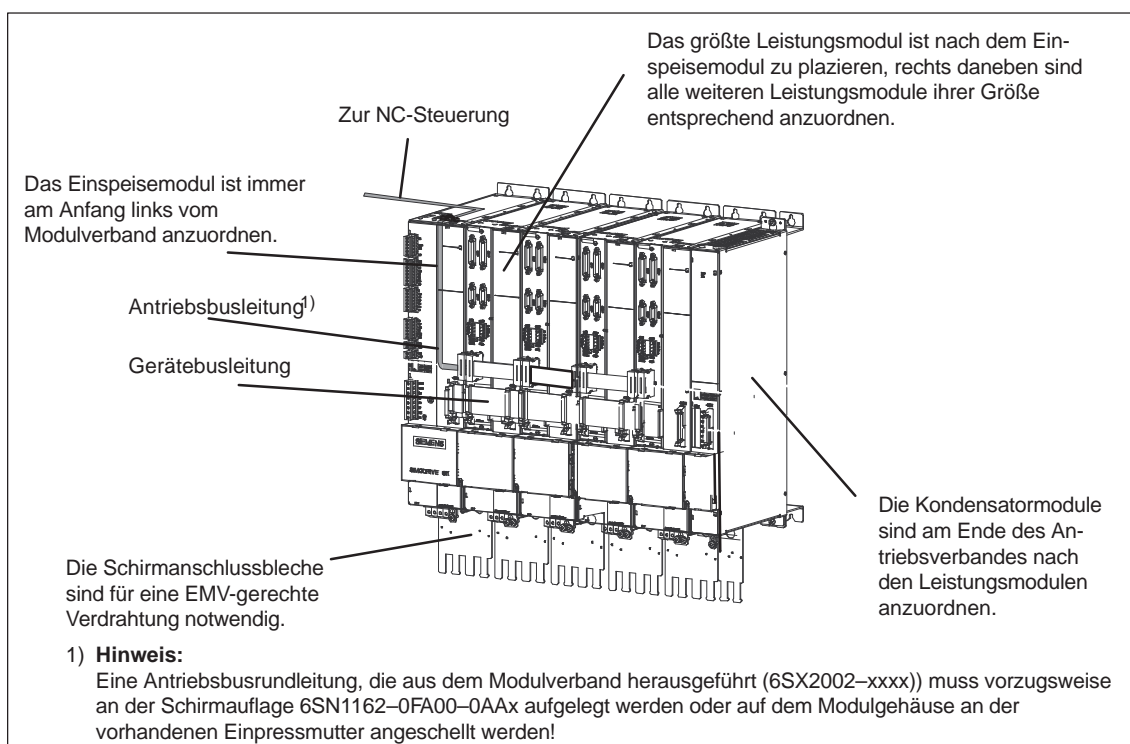

Bild 2-1 Anschlussbeispiel
Das E/R- bzw. UE-Modul ist immer am Anfang links vom Modulverband anzuordnen. Rechts neben den E/R- bzw. UE- Modulen sind die Leistungsmodule (LT) anzubauen (siehe Bild 2-1).
Für Antriebe mit digitaler Sollwertschnittstelle ist eine Antriebsbusleitung für die Ansteuerungs- und Kommunikationsschnittstelle SINUMERIK 840D powerline erforderlich (siehe Bild 2-1).
Über die Gerätebusleitung erfolgt die Elektronikstromversorgung zwischen den einzelnen Modulen (siehe Bild 2-1). Die Gerätebusleitung gehört zum Lieferumfang des Leistungsmoduls.